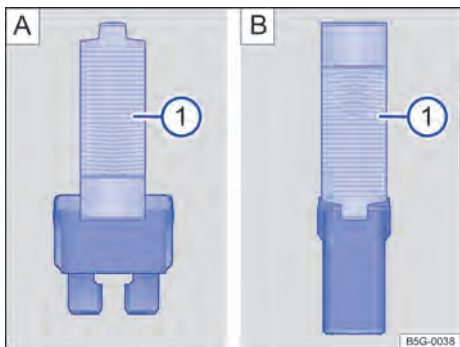

Fig. 172 Retirar ou colocar o fusível com a pinça de plástico: **A**: fusível plano, **B**: fusível de bloqueio.
- Se necessário, retirar a pinça de plástico → Fig. 172 **A** **1** da cobertura da caixa de fusíveis.
- De acordo com a versão do fusível, colocar as garras adequadas do alicate plástico → Fig. 172 **A** **1** ou → Fig. 172 **B** **1** lateralmente no fusível.